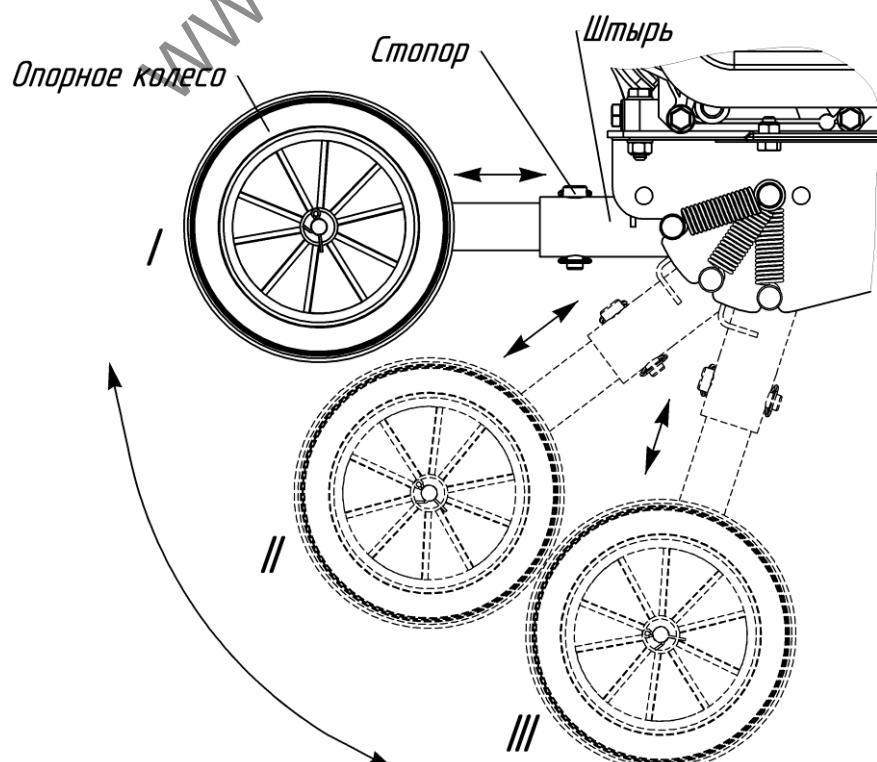

Рис.3 Сдвоенное опорное колесо
**Сдвоенное опорное колесо** – имеет 3 рабочих положения (рис.3):